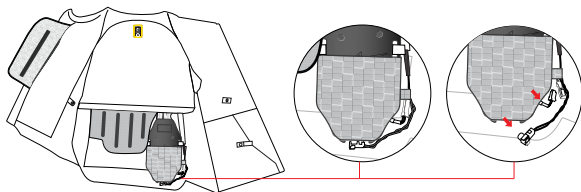

Abbildung 12
2. Greifen Sie auf das Inflatorgehäuse (4) zu und trennen Sie den Batterieanschluss (6) und den Inflator Squib-Anschluss (5) (Bild 12).